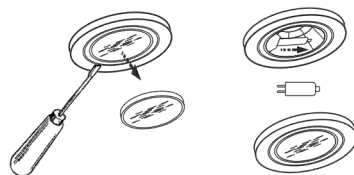

рис. 9
8.5. Замена галогенной лампы (рис. 9):